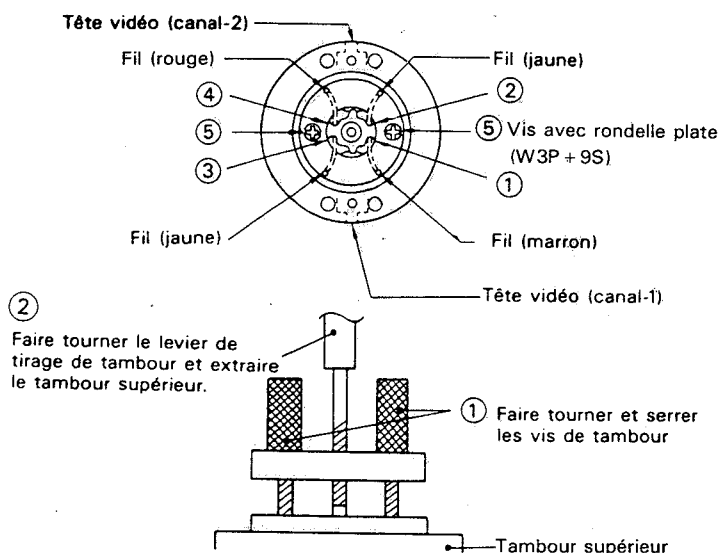

Figure 1-23.
• Remplacement (Voir Fig. 1-23)
1. Désolder les fils de ① à ④ de la tête vidéo et les enlever.
2. Retirer les deux vis ⑤ (vis en laiton avec rondelles (W3P + 9S)), à l'aide d'un tournevis cruciforme.
3. Extraire le tambour supérieur en s'aidant du gabarit de remplacement du tambour supérieur (se reporter à la Fig. 1-23).
1. Installer le nouveau tambour comme illustré à la Fig. 1-23 et placer les fils correctement.